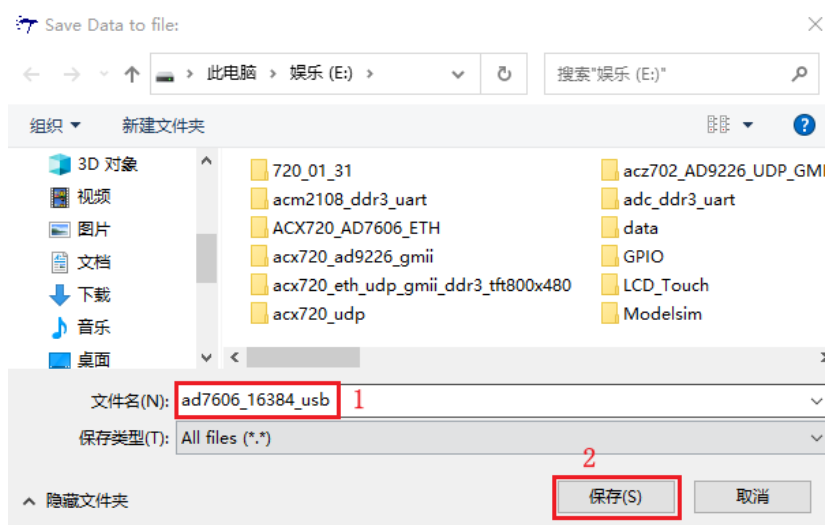

图 1-30 设置文件名称
8. 在弹出的文件保存界面中，读者需要设置文件保存的路径并给文件命名，比如我们这里保存在 E 盘并给文件命名为“ad7606_16384_usb”，然后点击保存。如下图 1-30 所示。